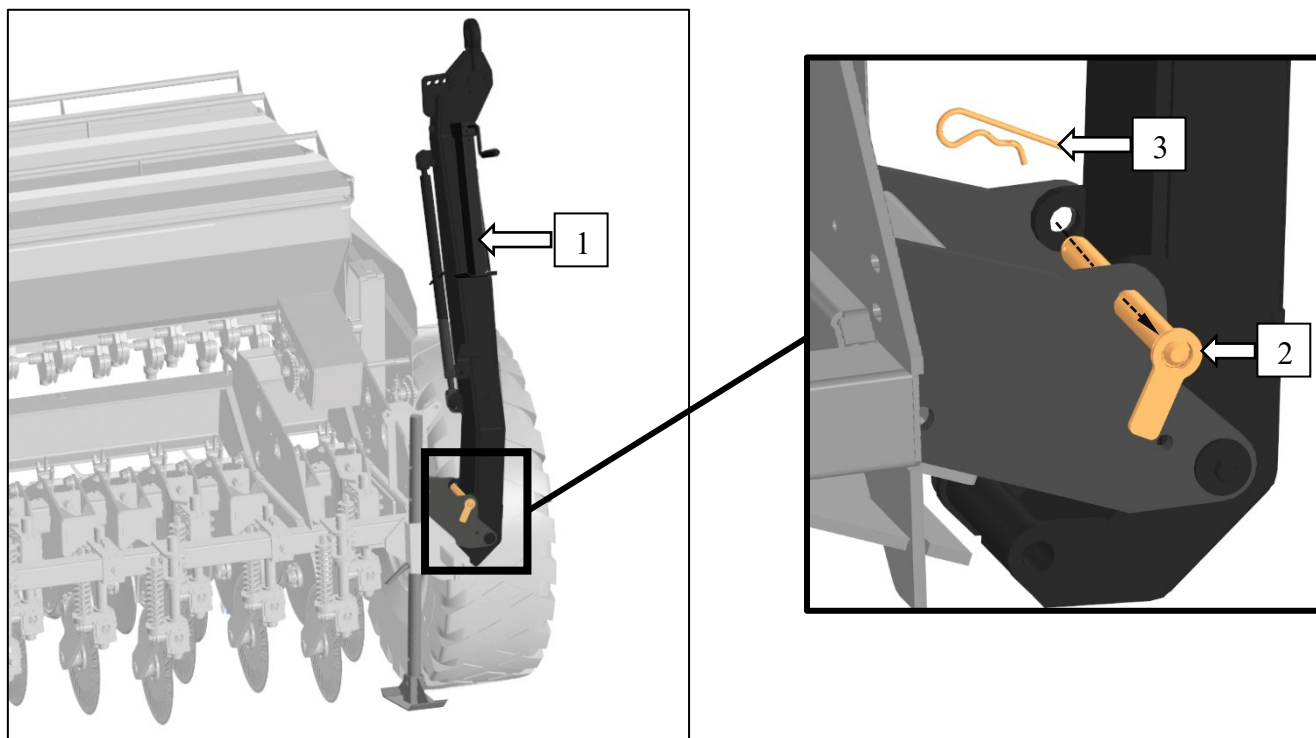

Рисунок 9 – Транспортное положение фаркопа боковой транспортировки
4.1. Извлечь шплинт (3), блокирующий фиксатор (2). **Придерживая фаркоп (1),** извлечь фиксатор (2), удерживающий боковой фаркоп в транспортном положении, рис. 9.